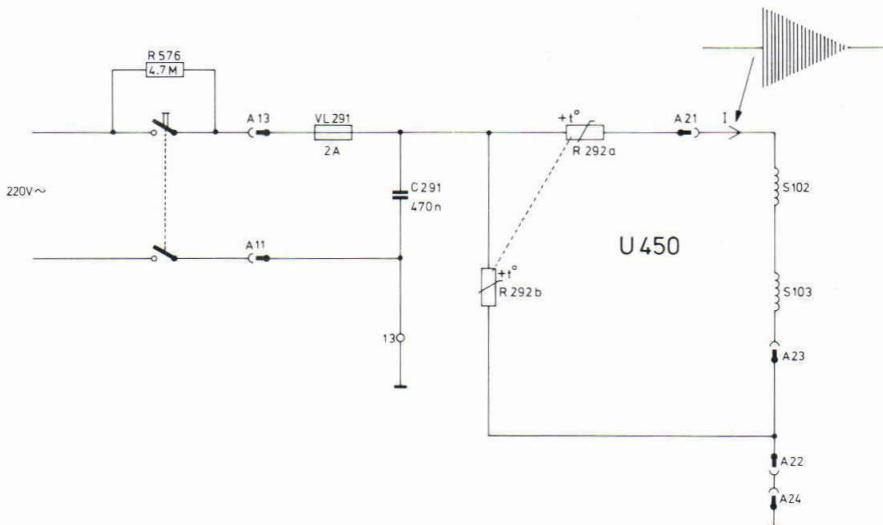

Fig. I-1
1. De automatische demagnetisering (Fig. I-1)